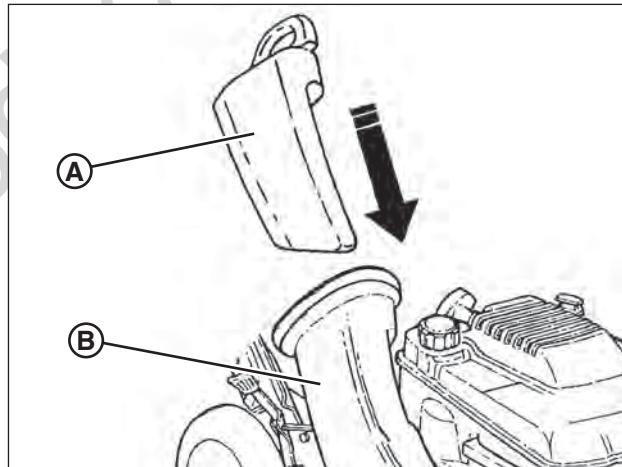

Figura 11: Instalación del tapón de mantillo
1. Instale el tapón de mantillo (**A**, **Figura 11**) si se necesita mantillo después de instalar el adaptador de la bolsa. Instale el tapón de mantillo completa y firmemente en el adaptador de la bolsa (**B**).